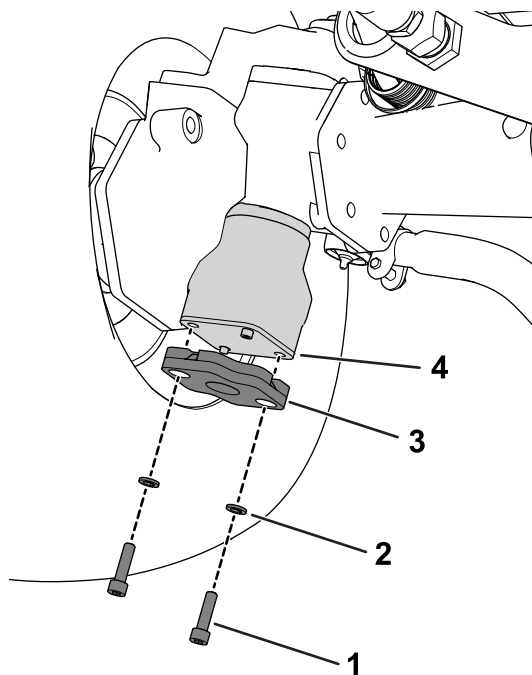

Figura 4
4. Utilizzate 2 viti a brugola e 2 rondelle di bloccaggio per fissare i paramotori posteriori esterni ai tappi degli assali su entrambi i lati della macchina (**Figura 4**).